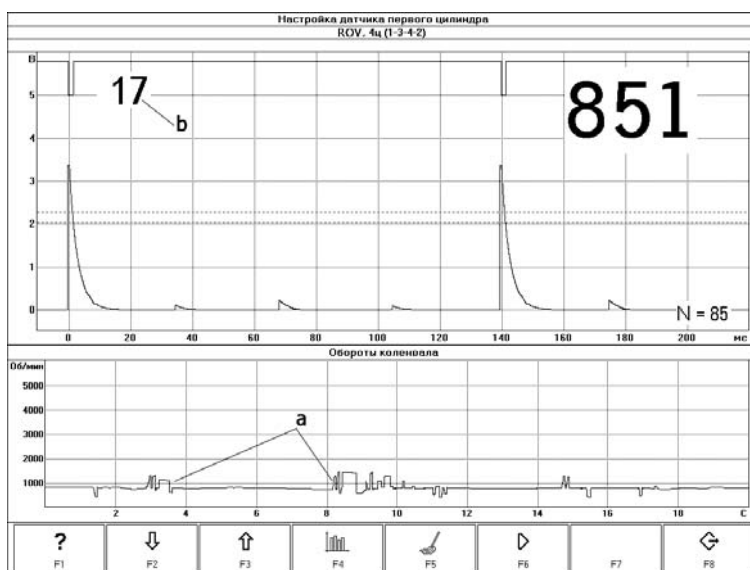

Рис. 31. Режим настройки канала синхронизации для систем зажигания КОНТ, ROV, HEI.
8. Дополнительным признаком бесперебойного формирования стробов синхронизации является отсутствие резких выбросов на графике частоты вращения коленчатого вала, которые являются результатом пропуска стробов (выброс вниз) или формирования «лишних» (выброс вверх). Рис. 31.